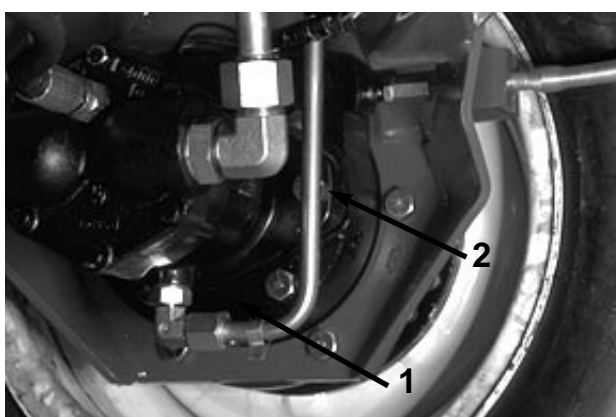

図 20
2. プラネタリのプラグ (図 19) とブレーキ裏面の点検プラグ (図 20) を抜き、ブレーキ前面と裏面の点検プラグの穴の下端まで油量があれば適正。